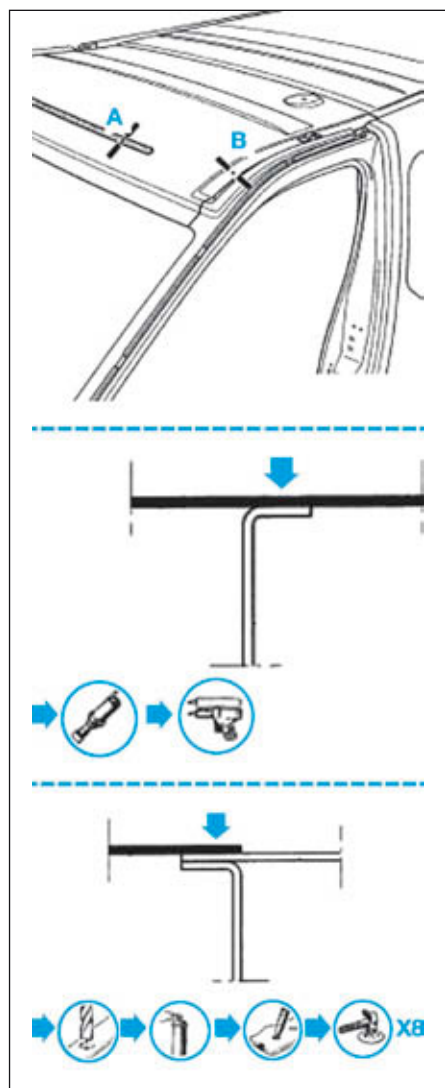
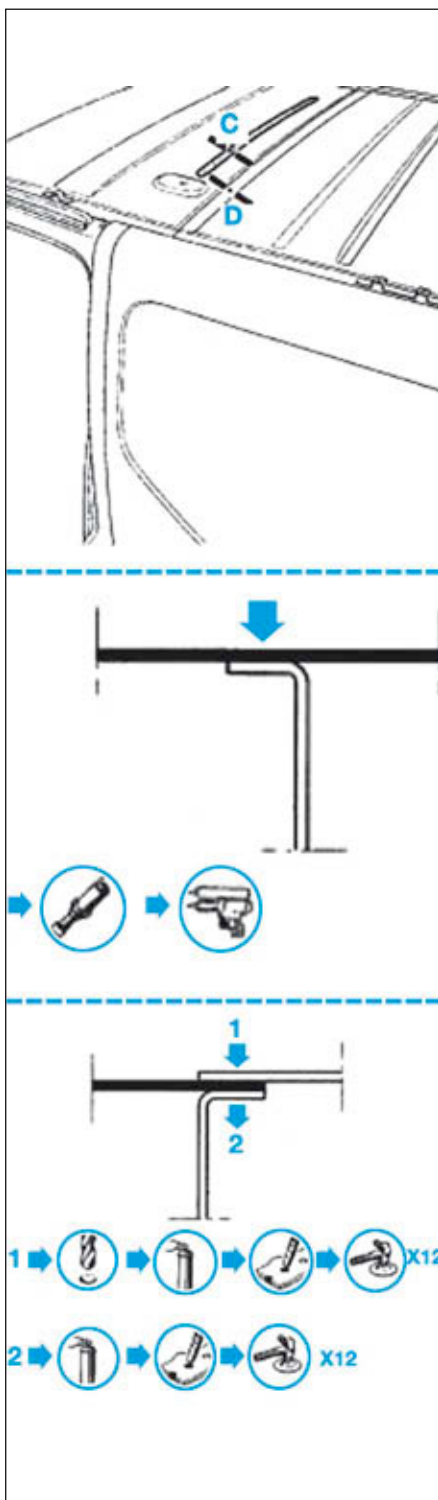

FIG.69
FIG.70
- Fraiser les points de soudure MAG (Fig.69) et (Fig.70).
- Souder par points MAG (Fig.69) et (Fig.70).